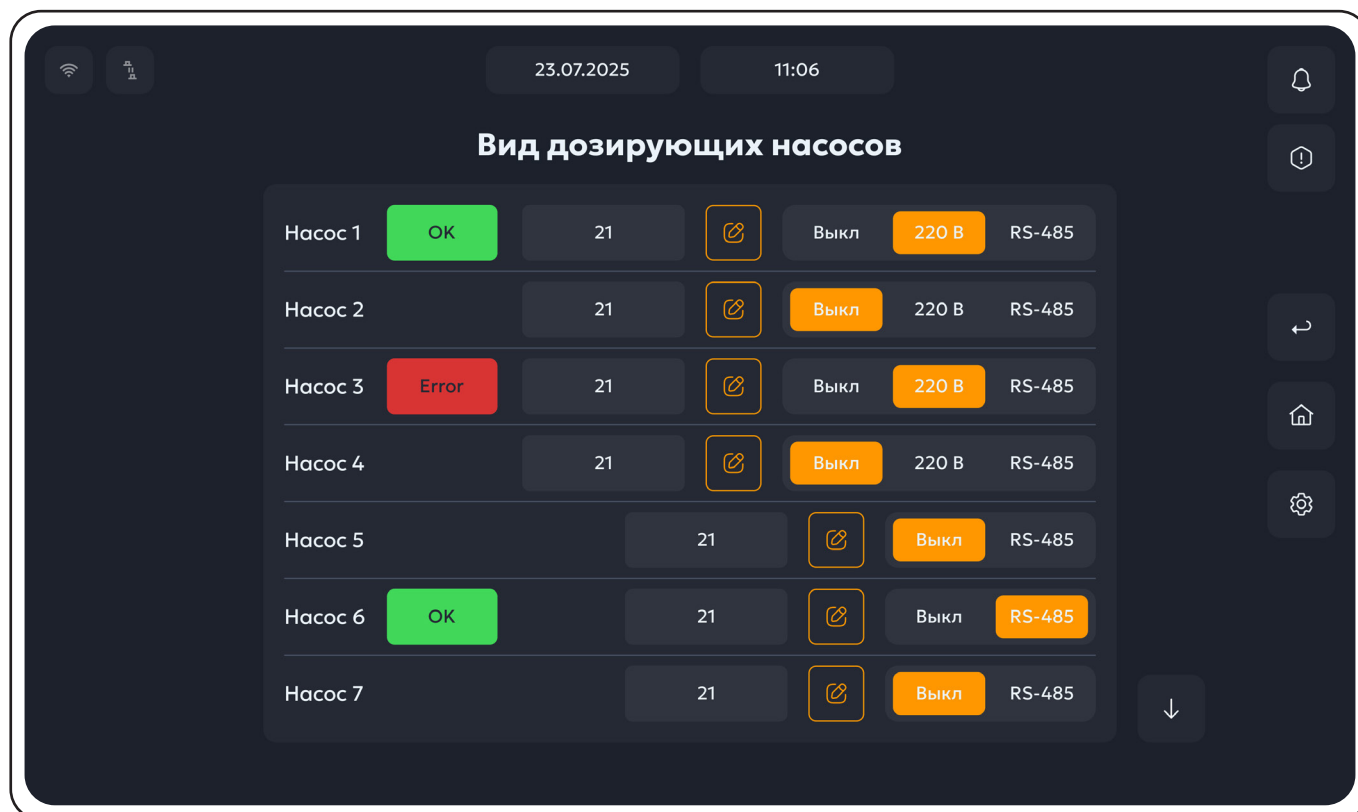

Рисунок 69. Меню пункта **Вид дозирующих насосов**.
2. Выбрать пункт **Вид дозирующих насосов**, после чего откроется следующее меню (рис.69):